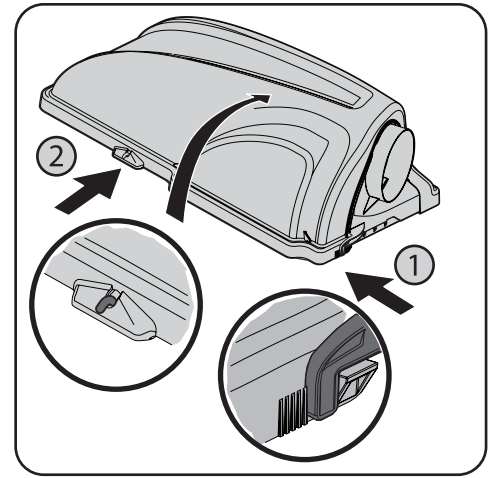

Figura 4-22
- Fije el codo del canal a la plataforma usando una perilla de aletas (720-04122) del paquete de herrajes 689-01419. Consulte la Figura 4-22.
**Nota:** Si la hubiera, retire la cubierta protectora de la clavija de montaje en la plataforma de corte como se muestra en el recuadro superior de la Figura 4-22.